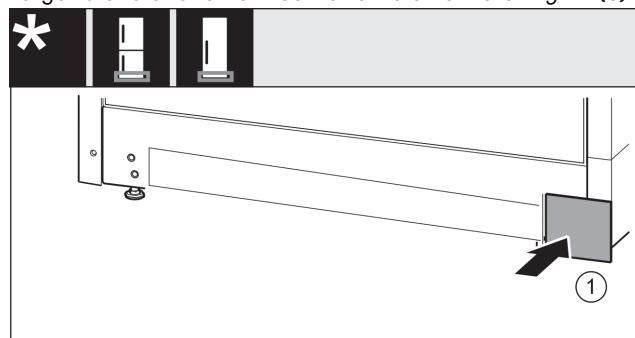

Fig. 18
- ▶ Remettre en place le cache de l'autre côté. Fig. 18 (1)